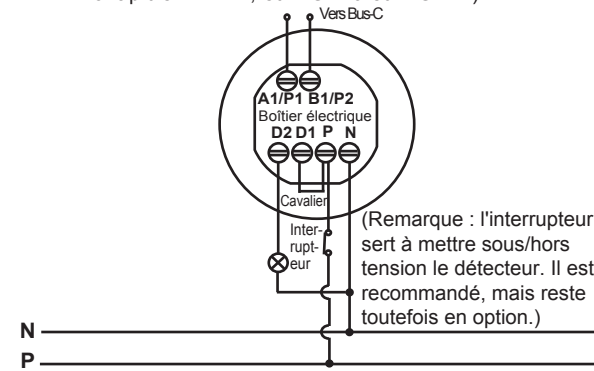

FIG. 4
- Contrôle de signal de bus-C (voir FIG. 4). S'assurer que l'interrupteur à glissière est bien positionné, voir chapitre 4.2.1.2, et FIG. 20 et FIG. 21.)